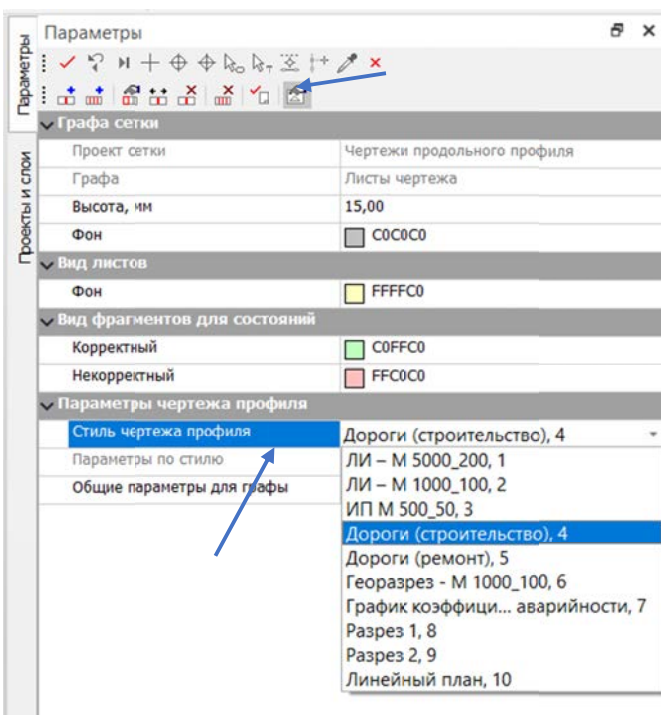

Рис. 6.22. Настройки создания чертежа продольного профиля
– Далее переходим к настройке параметров создания чертежа. В окне **Параметры** команда **Настройка** (рис. 6.22).
– Затем устанавливаем следующие настройки: **Стиль чертежа профиля – Дороги (строительство), 4** и обращаемся к диалогу **Общие параметры для графы** (рис. 6.22).